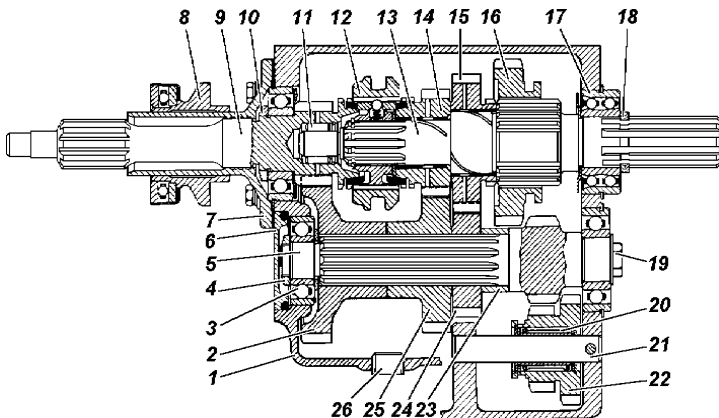

Рис. 5.7. Вариант исполнения коробки передач с синхронизатором только для третьей и четвертой (прямой) передач:
* На автомобиль может устанавливаться коробка передач (рис. 5.7), имеющая синхронизатор только для третьей и четвертой (прямой) передач. Обслуживание коробок одинаково. Взаимозаменяемость коробок в сборе сохранена, но детали этих коробок и механизмов переключения не взаимозаменяемы